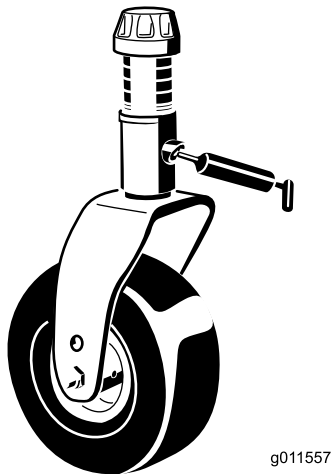

Figure 19
- Bagues d'axe de fourche de roue pivotante (4) (Figure 19)